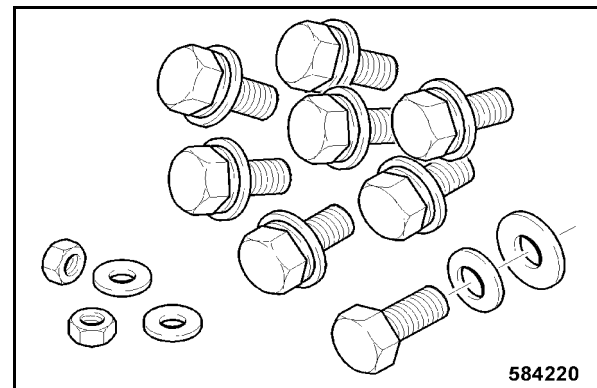

fig. 200
- Vérifier la présence de toutes les vis de fixation, rondelles, entretoises et écrous pour la fixation de la cabine (fig. 200).